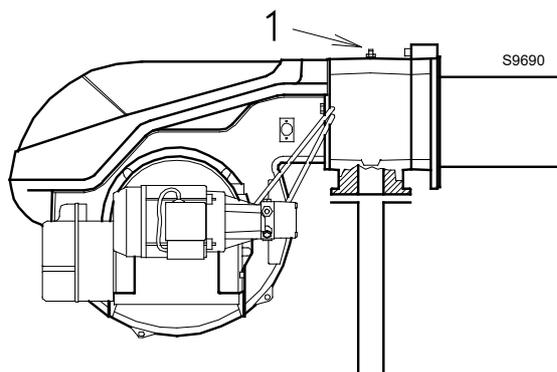

Fig. 21
Pression gaz mesurée à la prise 1)(Fig. 21), avec :
Perte de charge du papillon de gaz 2)(Fig. 21) avec ouverture maximale : 90°.
Perte de charge de rampe 3)(Fig. 21) comprenant : vanne de réglage VR, vanne de sécurité VS (les deux à l'ouverture maximale), régulateur de pression R, filtre F.
- soustraire de la pression de gaz à la prise 1)(Fig. 21) la pression dans la chambre de combustion.
Pression de gaz à la prise 1)(Fig. 21) = 8,0 mbar
Pour connaître par contre la pression de gaz nécessaire à la prise 1)(Fig. 21), après avoir défini la puissance de modulation maximale à laquelle on désire faire fonctionner le brûleur :
- Lire sur la droite, colonne 1, la pression à la prise 1)(Fig. 21).
Pression nécessaire à la prise 1)(Fig. 21).